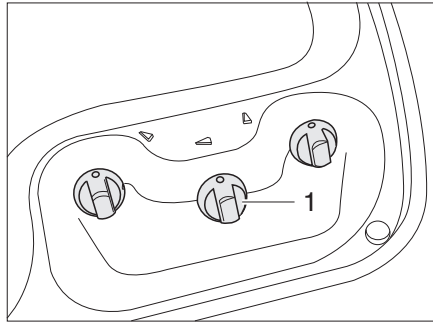
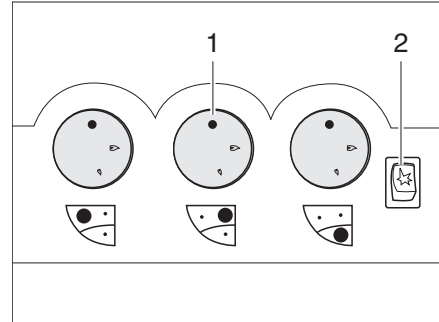

Bild 324 Bedienelemente für Gaskocher (ohne Piezo-Zündtaste)
Bild 325 Bedienelemente für Gaskocher (mit Piezo-Zündtaste)
- Drehregler (Bild 324,1 oder Bild 325,1) der gewünschten Brennstelle auf Zündposition (große Flamme) drehen.
- Wenn eine Zündtaste (Bild 325,2) vorhanden ist: Funke durch Drücken der Zündtaste erzeugen.